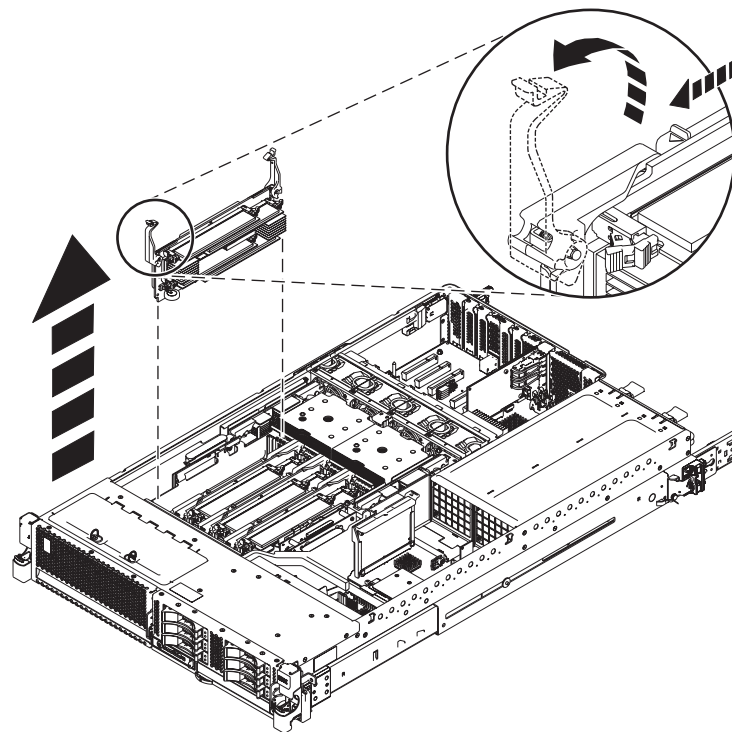

Figura 4. Extracció d'un elevador de mòdul de memòria
9. Si afegiu memòria a un elevador existent, traieu l'elevador de memòria del sistema estirant les pestanyes de bloqueig per dur-les a la posició d'obertura i aixecant l'elevador de memòria fins que surti del sistema; consulteu Figura 4.